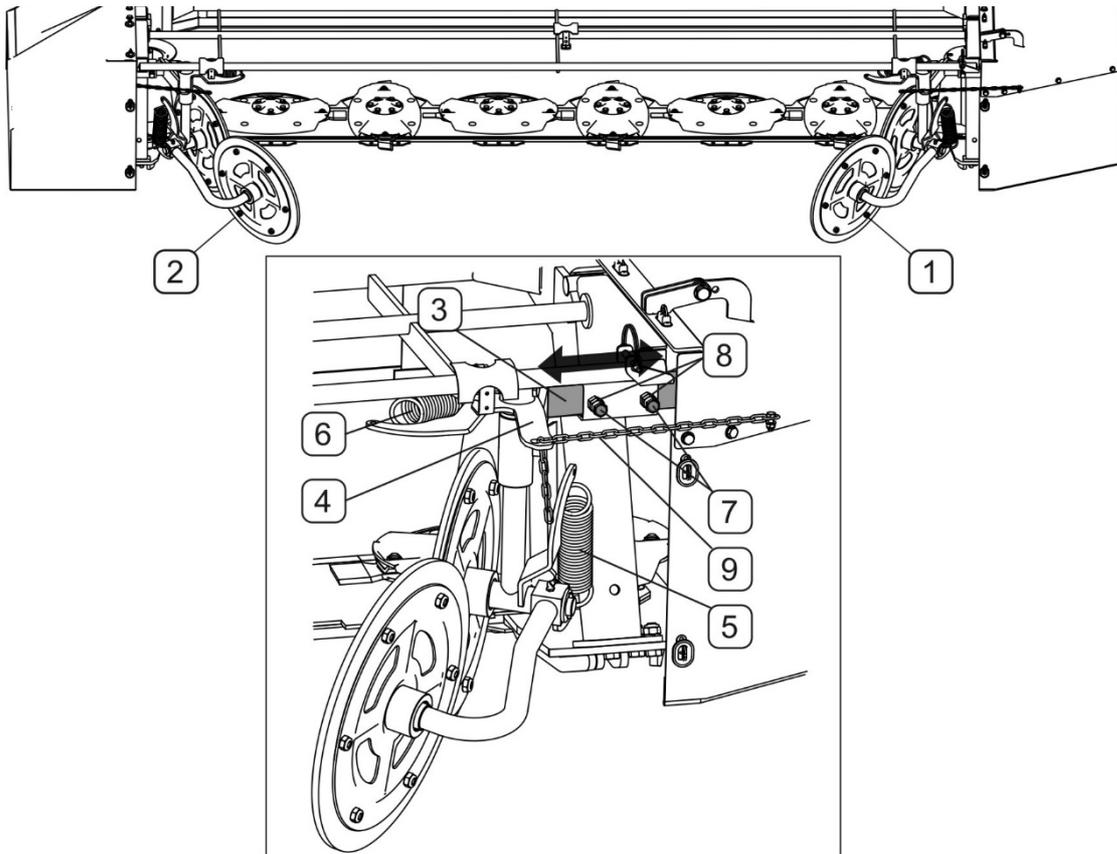

РИСУНОК 4.8 Регулировка подборщиков покоса PDF300
- слегка отвинтить контргайки (8) и болты (7) (РИСУНОК 4.8),
- передвинуть соответственно плечо (3), затянуть болты (7) и зафиксировать их положение контргайками (8),